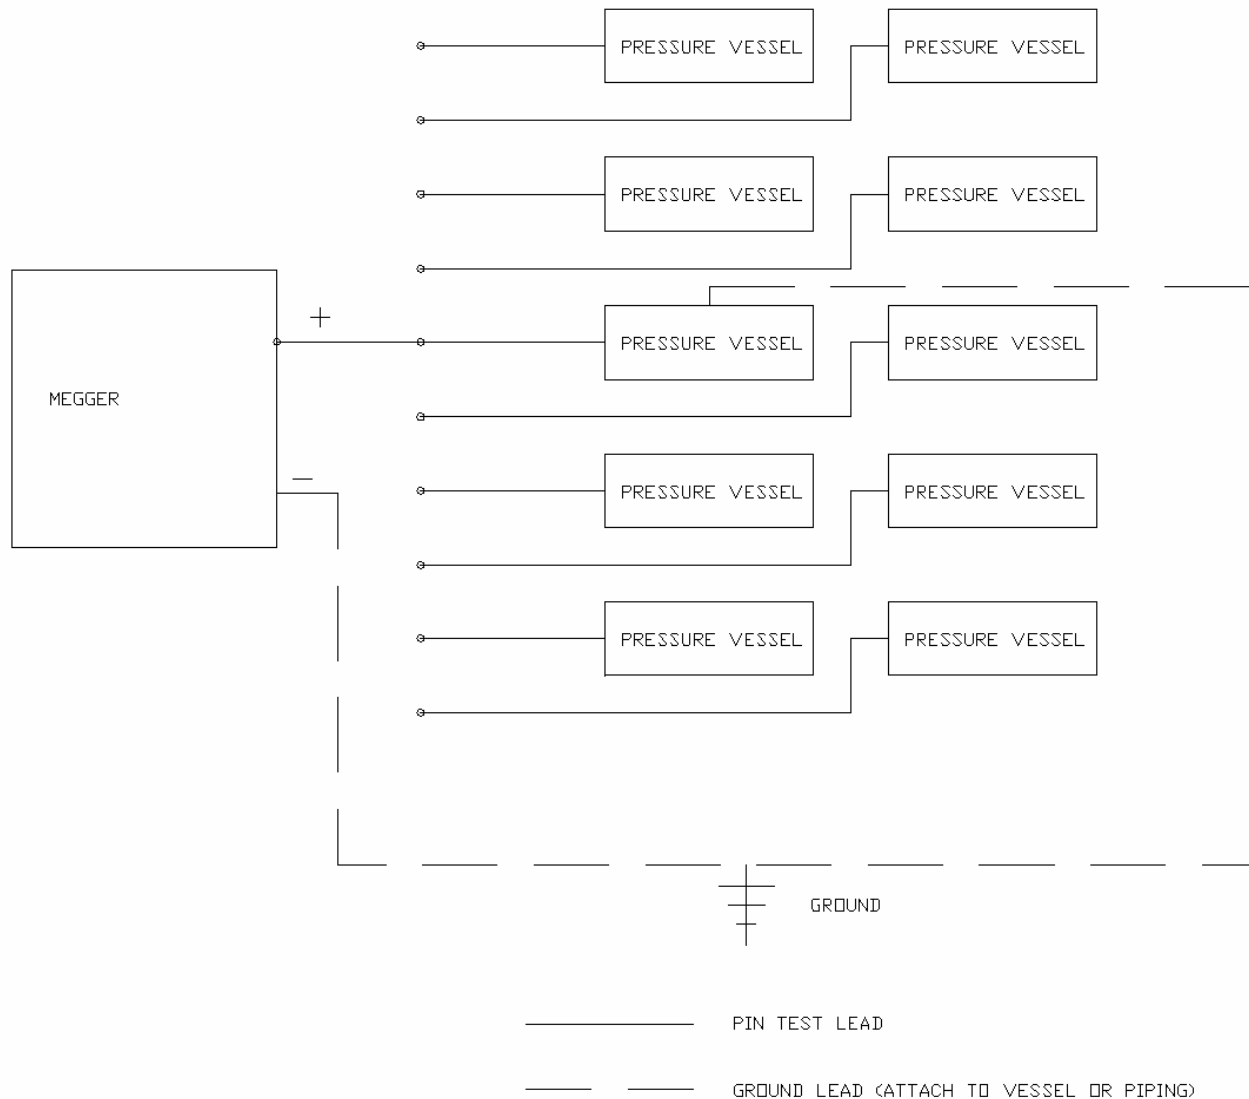

FIGURE 6: TYPICAL TEST CONFIGURATION FOR INSULATION RESISTANCE TESTING
7.5 ATTACH THE MEGGER TEST LEAD TO THE STEM 1 TEST LEAD AND GROUND THE MEGGER TO THE HIGH PRESSURE TUBING OR OTHER METAL COMPONENT TO GROUND THE SYSTEM. REFER TO FIGURE 6 FOR ADDITIONAL GUIDANCE.